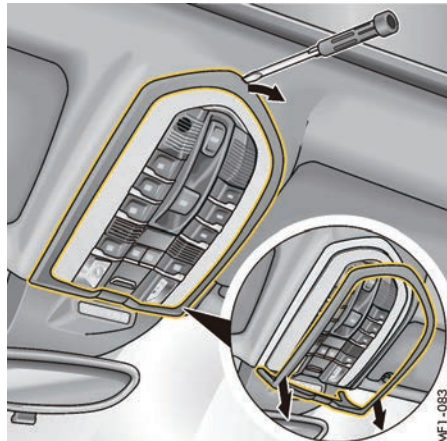

图 178: 拆下顶置控制台上的框架
2. 用适当的物体（例如螺丝刀）将框架小心地从顶置控制台上分离，然后将其向下拉（图 178）。确保不会损坏该框架。